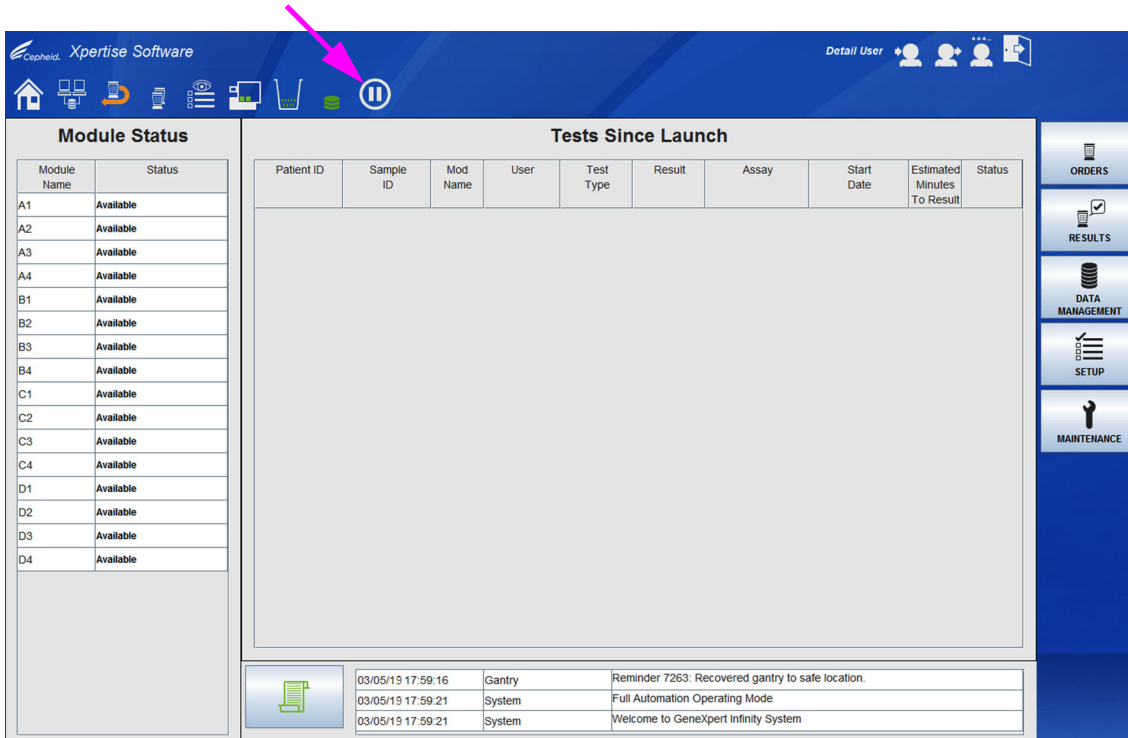
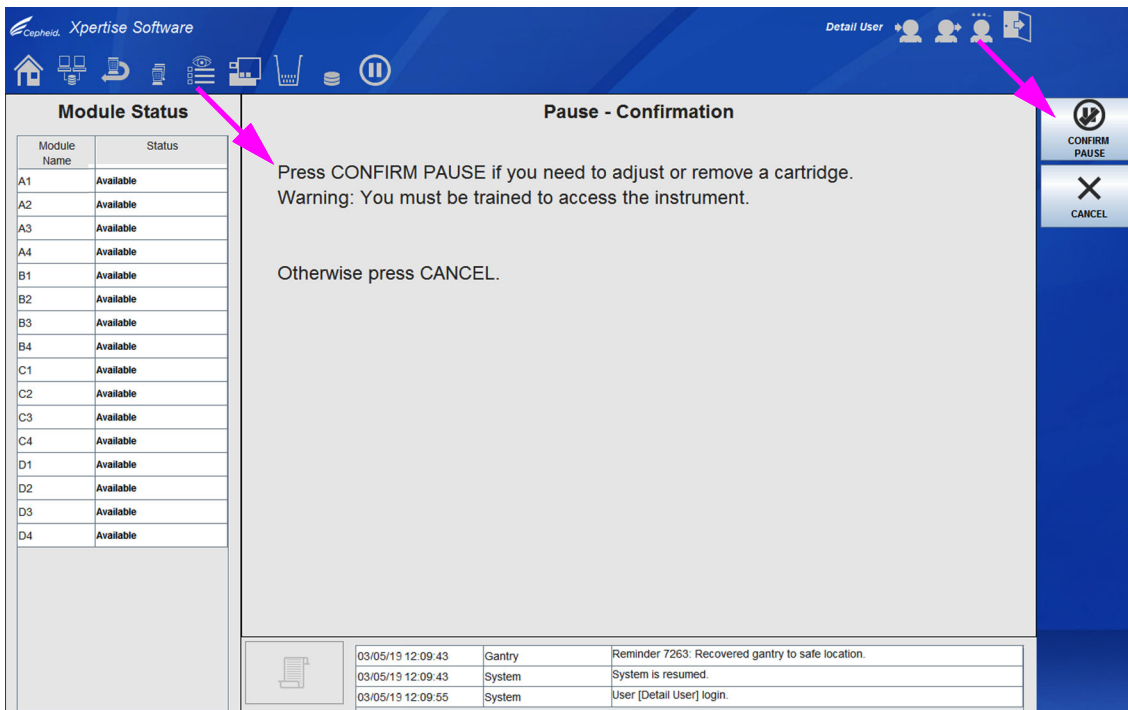
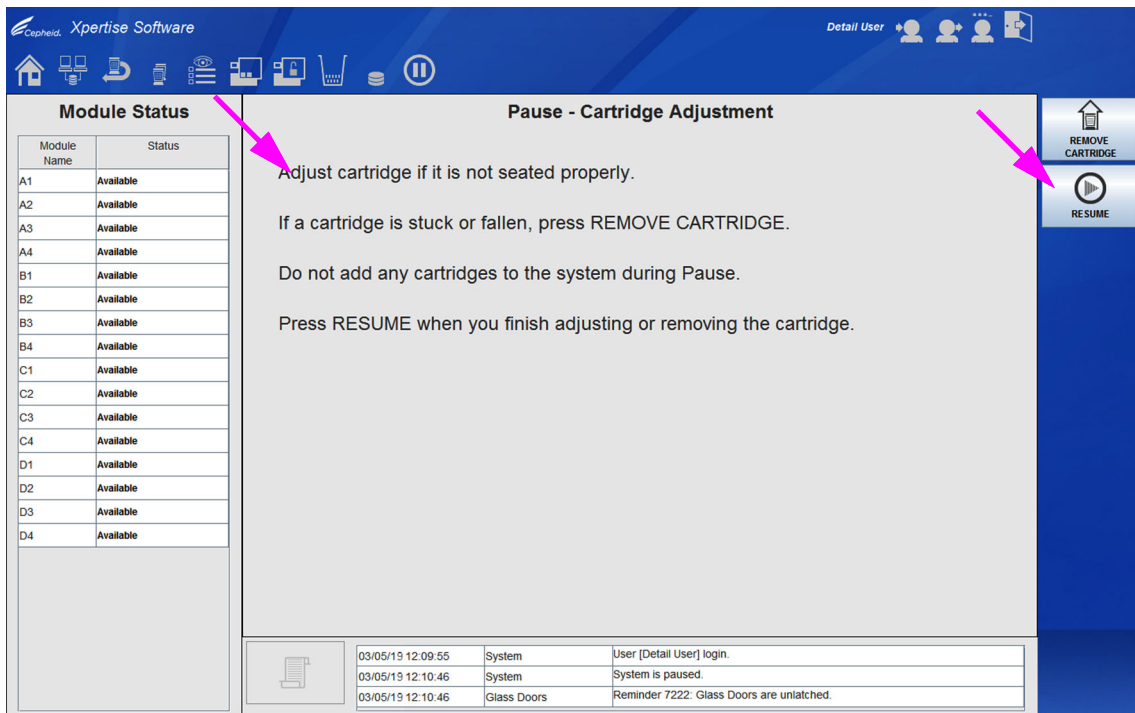

Figura 10-34. Área de trabalho inicial do software Xpertise
Figura 10-35. Área de trabalho Pause - Confirmation (Pausa - Confirmação)
Figura 10-36. Área de trabalho Pause - Cartridge Adjustment (Pausa - Ajuste do cartucho)
1. Selecione o ícone **Pause (Pausa)** localizado no painel de instrumentos (ver Figura 10-34). A área de trabalho Pause - Confirmation (Pausa - Confirmação) é apresentada. Ver Figura 10-35.
2. Leia e execute as instruções fornecidas na área de trabalho Pause - Confirmation (Pausa - Confirmação) (ver Figura 10-35) e selecione o botão **CONFIRM PAUSE (CONFIRMAR PAUSA)**. É apresentada a área de trabalho Pause - Cartridge Adjustment (Pausa - Ajuste do cartucho). Ver Figura 10-36.
3. Leia e execute as instruções fornecidas na área de trabalho Pause - Cartridge Adjustment (Pausa - Ajuste do cartucho). Ver Figura 10-36. Ajuste os cartuchos que precisem de ser colocados de novo no lugar.